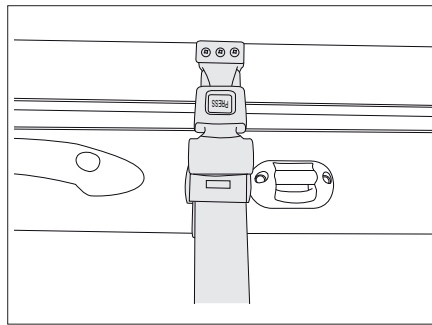

Fig. 109 Cinturón de seguridad
- Soltar el cinturón de retención (Fig. 109).
- Colocar el cinturón de retención (Fig. 109).